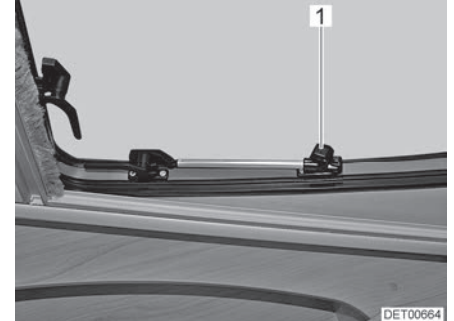

Bild 69 Dachfenster mit Dreh-Ausstellern, geöffnet
- Dachfenster bis zur gewünschten Stellung öffnen und mit Rändelknopf (Bild 69,1) feststellen.
- Rändelknopf (Bild 69,1) drehen, bis Arretierung freigegeben wird.